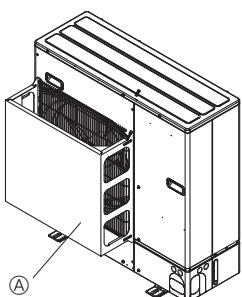
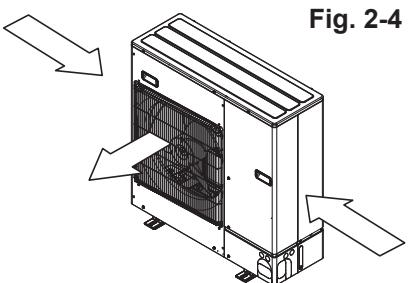

Fig. 2-4
Fig. 2-5
- ② Installer un guidage d'air et un guidage de sortie d'air en option si l'appareil a été placé à un endroit où les vents violents d'un typhon, etc. peuvent directement s'engouffrer dans la sortie d'air. (Fig. 2-4)
- ③ Guidage de sortie d'air
- ④ Placer l'appareil de sorte que la sortie d'air souffle dans la direction perpendiculaire à celle des vents saisonniers, si celle-ci est connue. (Fig. 2-5)
- ⑤ Sens du vent